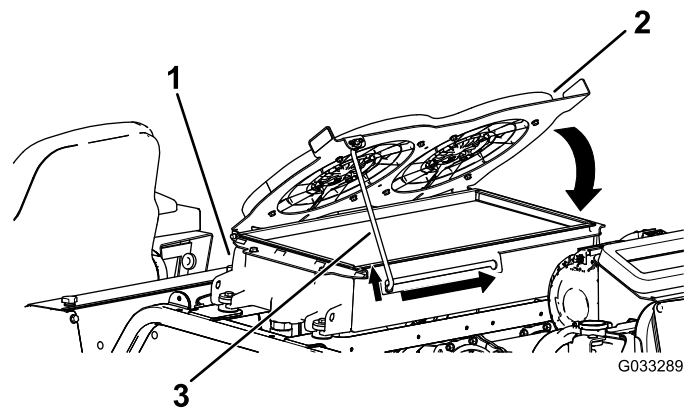

Figure 123
4. Faites pivoter les ventilateurs de refroidissement hydrauliques vers le bas et calez la béquille dans le cran (Figure 123).